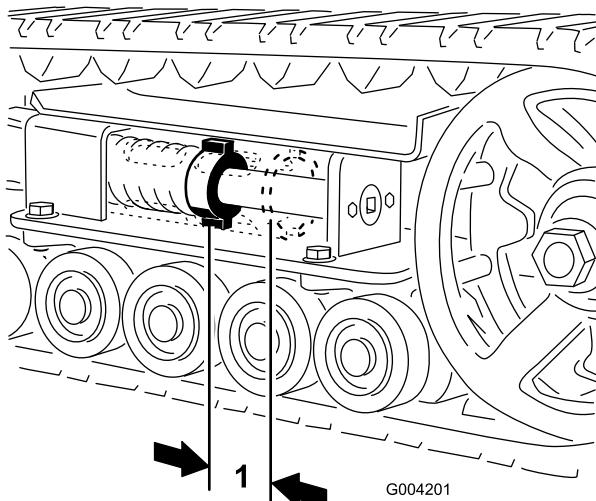
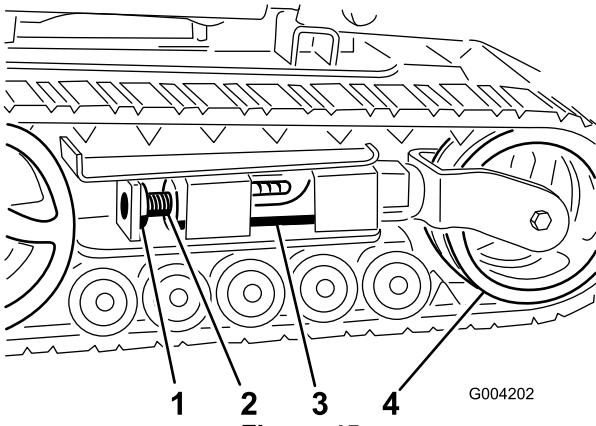
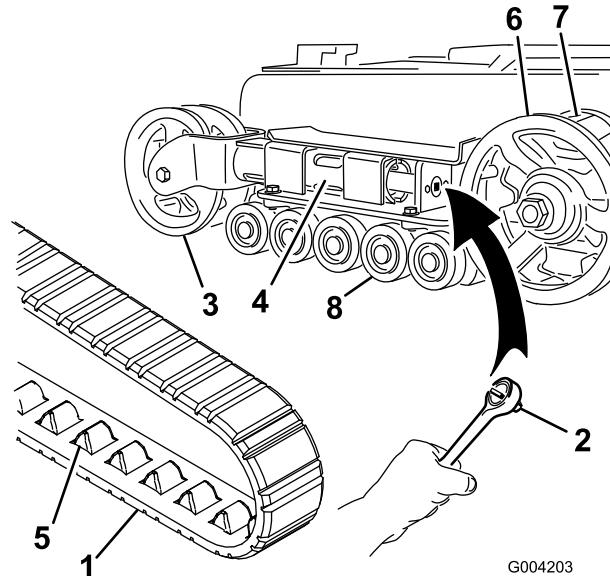
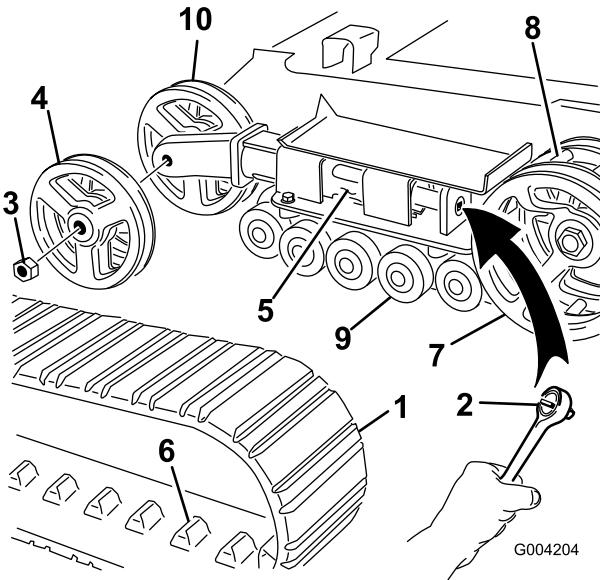

Figure 44
Figure 45
Figure 46
Figure 47
L'écrou de tension et l'arrière du tube de tension doivent être distants de 7 cm (Figure 44). Si ce n'est pas le cas, réglez la tension des chenilles comme suit :
3. Enlevez le boulon et l'écrou de blocage (Figure 45).
4. À l'aide d'un entraînement carré de 13 mm (1/2 po) (Figure 46), tournez la vis de tension dans le sens antihoraire jusqu'à obtention d'un écartement de 7 cm entre l'écrou de tension et l'arrière du tube de tension (Figure 44).
5. Alignez l'encoche la plus proche dans la vis de tension avec le trou du boulon de blocage et fixez la vis avec le boulon et l'écrou de blocage (Figure 45).
4. À l'aide d'un entraînement carré de 13 mm (1/2 po), tournez la vis de tension dans le sens horaire pour détendre la transmission (Figure 45 et Figure 46).
5. Poussez la roue de tension vers l'arrière de la machine pour appuyer le tube de fourche contre le châssis (Figure 46). (S'il ne touche pas le châssis, continuez de tourner la vis de tension jusqu'à ce qu'il le touche).
7. Lorsque la chenille est déchaussée, retirez-la du pignon d'entraînement et des galets de roulement (Figure 46).
8. Pour installer la chenille neuve, commencez par l'enrouler autour du pignon d'entraînement, en veillant à ce que les crampons s'engagent correctement entre les entretoises du pignon (Figure 46).
9. Poussez la chenille sous et entre les galets de roulement (Figure 46).
11. Tournez la vis de tension dans le sens antihoraire, de manière à obtenir un écartement de 7 cm entre l'écrou de tension et l'arrière du tube de fourche (Figure 44).
4. À l'aide d'un entraînement carré de 13 mm (1/2 po), tournez la vis de tension dans le sens horaire pour détendre la transmission (Figure 45 et Figure 47).
5. Poussez la roue de tension vers l'arrière de la machine pour appuyer le tube de tension contre le châssis (Figure 47). (S'il ne touche pas le châssis, continuez de tourner la vis de tension jusqu'à ce qu'il le touche).
6. Retirez l'écrou de fixation de la roue de tension extérieure et déposez la roue (Figure 47).
7. Déposez la chenille (Figure 47).
8. Retirez l'écrou de fixation de la roue de tension intérieure et déposez la roue (Figure 47).
12. Posez la roue de tension intérieure et fixez-la avec l'écrou retiré précédemment (Figure 47).
14. Posez la chenille neuve en prenant soin que les crampons s'engagent entre les entretoises au centre du barbotin (Figure 47).
15. Posez la roue de tension extérieure et fixez-la avec l'écrou retiré précédemment (Figure 47).
17. Tournez la vis de tension dans le sens anti-horaire, de manière à obtenir un écartement de 7 cm entre l'écrou de tension et l'arrière du tube de tension (Figure 44).